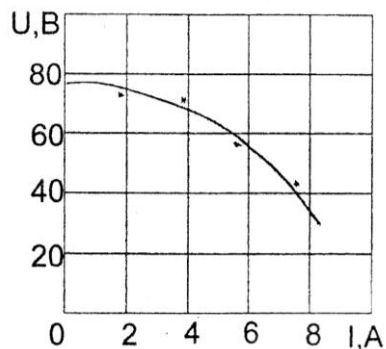

Рис. 1. Образец выполнения графика по результатам экспериментов.
2.3. Графические зависимости должны быть даны в прямоугольной системе координат с равномерной сеткой. Произвольный перенос начала координат и разрыв шкал не допускается. Пример оформления графика приведен на рис. 1.